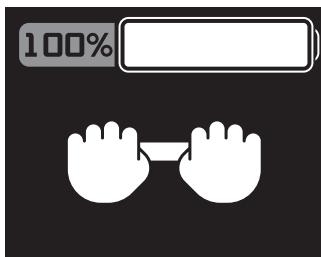

Abbildung 4.3.3.5
(10) Anzeige des Drückmodus (wie in Abbildung 4.3.3.5 dargestellt)